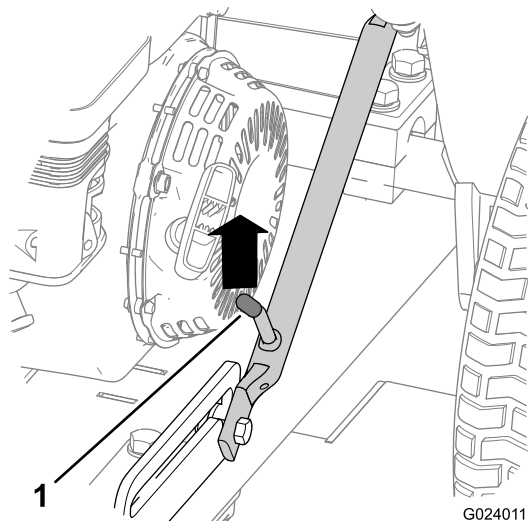
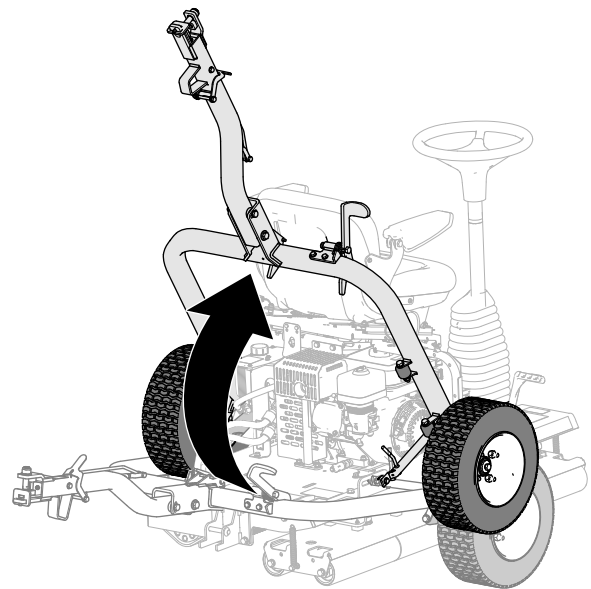

Figura 17
Figura 22
1. Empuje la barra de tracción hacia arriba hasta que la palanca de cierre se desenganche de la muesca de la guía (Figura 17).
5. Levante la barra de tracción (Figura 22) hasta que la palanca de cierre se bloquee en la muesca de la guía (Figura 17).